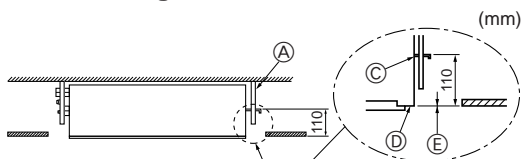

Fig. 2-9
5. Apriete todas las tuercas. (Fig. 2-9)